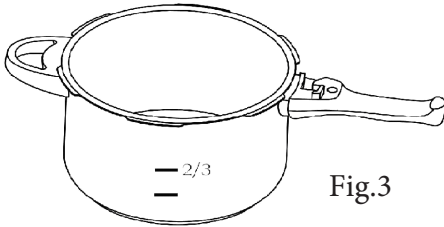

Fig.3
- Mai puțin de 1/4 din înălțimea recipientului pentru gătitul alimentelor care se extind în volum, cum ar fi orezul, fasolea etc. (Fig. 3).